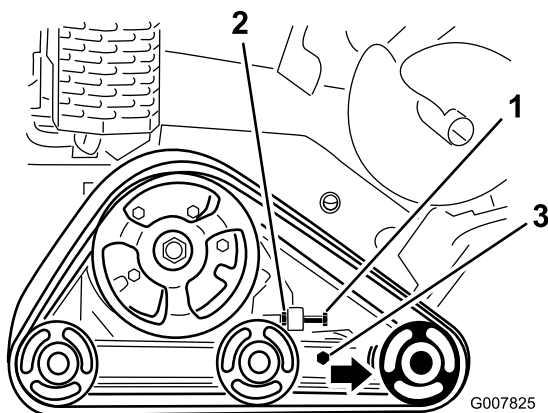

Рисунок 56
3. Ослабьте контргайку на натяжном болте гусеницы и зажимные болты на натяжном рычаге (Рисунок 56).
4. Для натяжения гусеницы затяните натяжной болт с моментом 32,5–40 Н·м (Рисунок 56).
4. Отвинтите натяжной винт и контргайку (Рисунок 56).
5. Ослабьте зажимные болты (Рисунок 56).